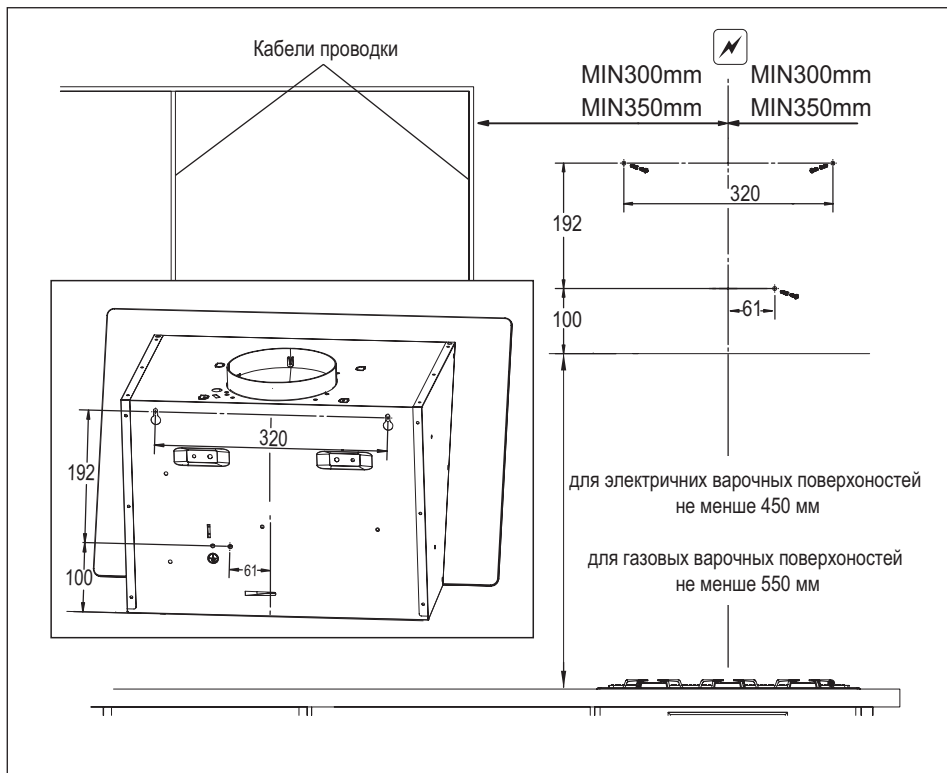

Рис. 1
1. Сделайте разметку отверстий для монтажа корпуса вытяжки на стене в соответствии с размерами (Рис. 1).